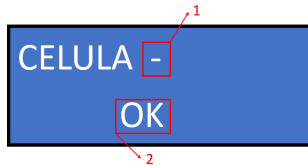

Figura 24
- El Generador de Cloro **EASYCLOR PRO** permite controlar hasta 6 células electrolíticas simultáneamente, indicadas numéricamente del 1 al 6 en la pantalla LCD, exhibidas en la esquina superior derecha (figura 24 – ítem 1) y el “estado” de cada célula, exhibido en la esquina inferior (Figura 24 – ítem 2). Para cambiar las pantallas, pulse los botones “arriba” y “abajo”.